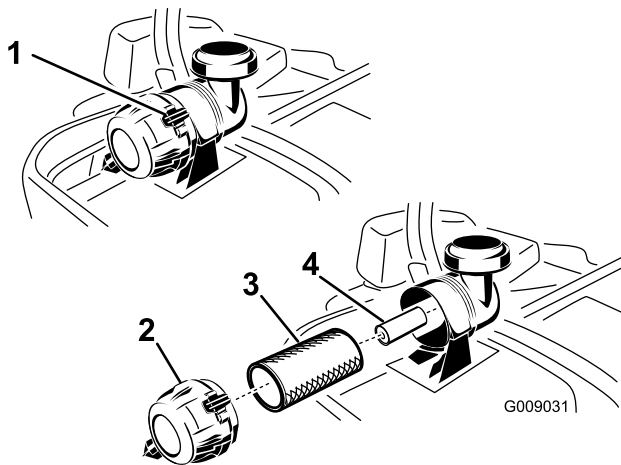

Figure 49
3. Appuyez sur les attaches du filtre à air pour les ouvrir et détachez le couvercle du corps du filtre à air (Figure 49).
5. Sortez le préfiltre du boîtier du filtre avec précaution (Figure 49). Évitez de cogner l'élément à l'intérieur du boîtier.
1. Ne nettoyez pas l'élément en papier, remplacez-le (Figure 49).
2. Si vous remplacez l'élément secondaire, insérez-le avec précaution dans le boîtier du filtre (Figure 49).
3. Placez ensuite le préfiltre sur l'élément secondaire avec le même soin (Figure 49).
5. Montez le couvercle, reniflard en bas, et tournez-le pour que les attaches verrouillent le couvercle en place (Figure 49).